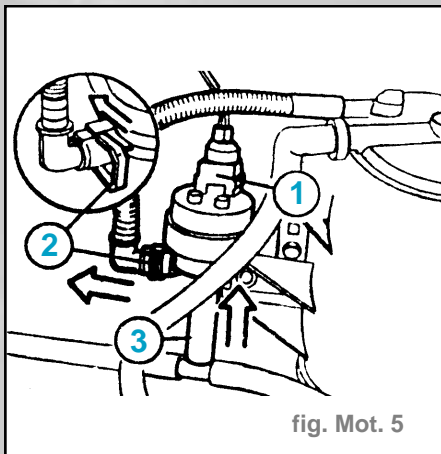

fig. Mot. 5
- Débrancher les connecteurs (1) de la vanne de dégazage du réservoir (fig. Mot. 5).